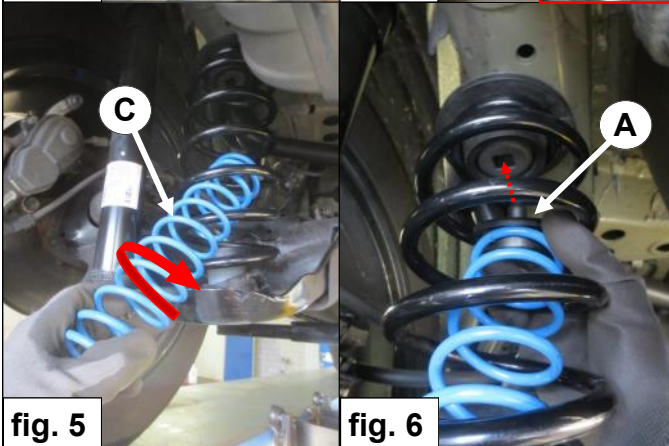

fig. 4
4. Zet veerschotel **B** en afstandsbuis **R** vast aan de draagarm met meegeleverd montage materiaal. *Zie fig. 4.*
4. Secure spacer **R** and spring seat **B** with supplied mounting material. *See fig. 4.*
4. Sichern Sie Federteller **B** und Scheibe **R** auf den Tragarm mit mitgelieferten Montagehardware. *Siehe Fig. 4.*
4. Mettez le ressort **B** et **R** entretoise sur le bras avec le matériel de montage inclus. Voir fig. 4.
4. Sätt fjäderhållaren **B** och **R** spacer på armen med den medföljande monteringsdetaljer. Se fig. 4.
4. Ponga el muelle de retención **B** y **R** espaciador sobre el brazo con el material de montaje incluido. Ver Fig. 4.